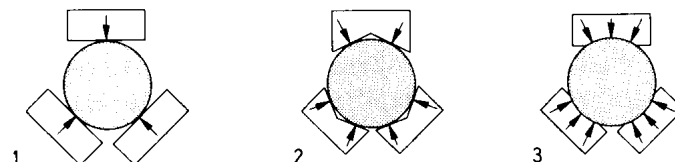

Bild 5.23: Wirkflächen der Greiferbacken
- ◇ Vergrößerung der Wirkflächen der Greifer verbessert die Tragfähigkeit, Bild 5.23.